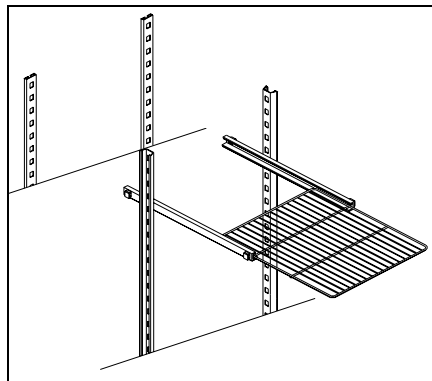

Fig. 2
- Installeer de roosters aan de binnenkant van de kuip door ze in de rails te schuiven (Fig 2)